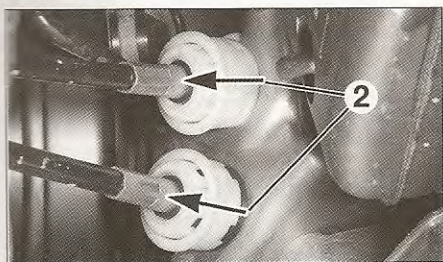

FIG. 6
- Tirar del bloqueo (2) de los frenos de cables hacia la parte trasera y separarlos del soporte (fig. 6).